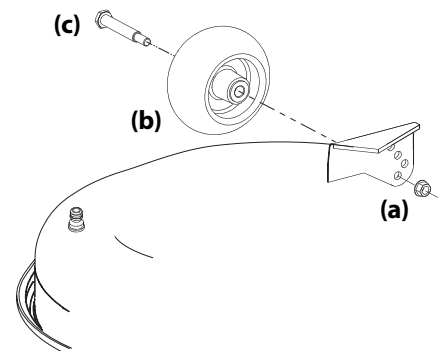

Figura 2-9
- a. Retire la tuerca de seguridad (a) que fija uno de los tornillos hexagonales (c) de las ruedas de calibración delanteras (b) a la plataforma. Retire la rueda de calibración (b) y el tornillo con reborde (c). Consulte la Figura 2-9.